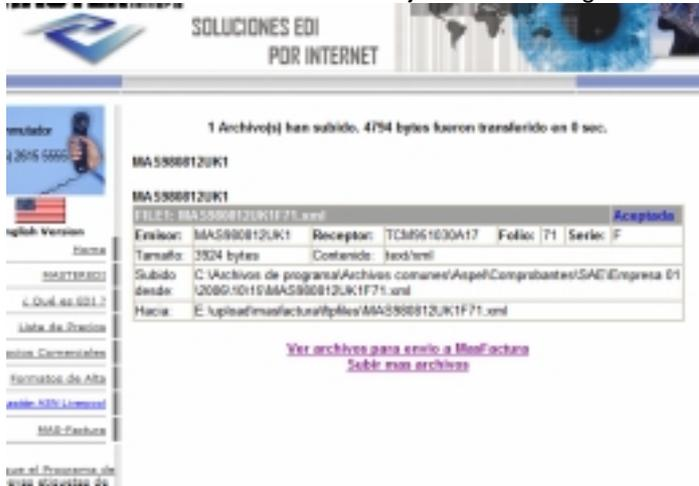

Figura 9.3 Recepción de Factura en Masteredi
- d) pulsar el botón Subir. La factura se enviará de forma automática a la cadena comercial. El sistema nos enviara un mensaje similar a la figura 9.3